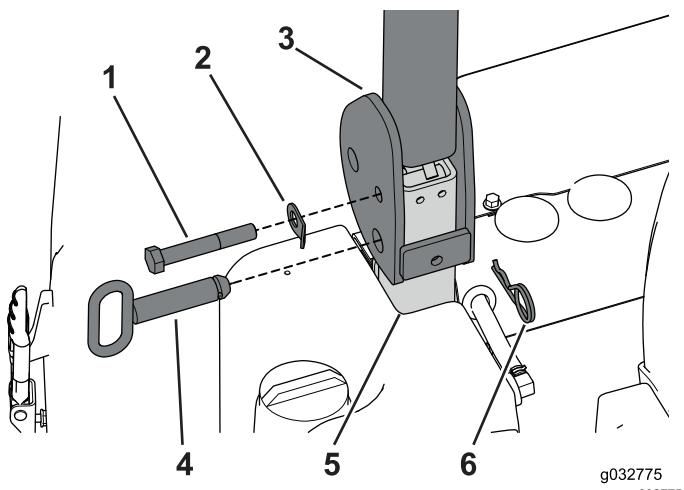

図46
2. ヘアピンとピボットロックピンをROPSから外してヘアピンを脇に置く図46。